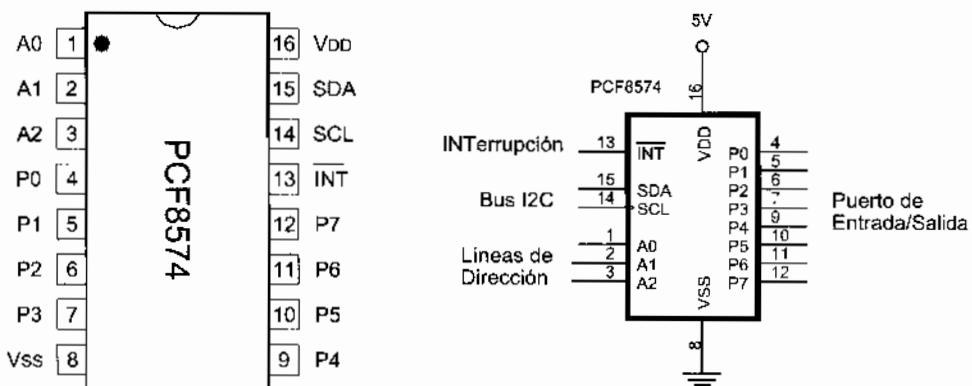

Figura 26-1 Patillaje del expansor de bus I2C PCF8574
- Es fabricado por *Philips Semiconductors*, ([www.semiconductors.philips.com](http://www.semiconductors.philips.com)) con el encapsulado que se muestra en la figura 26-1.